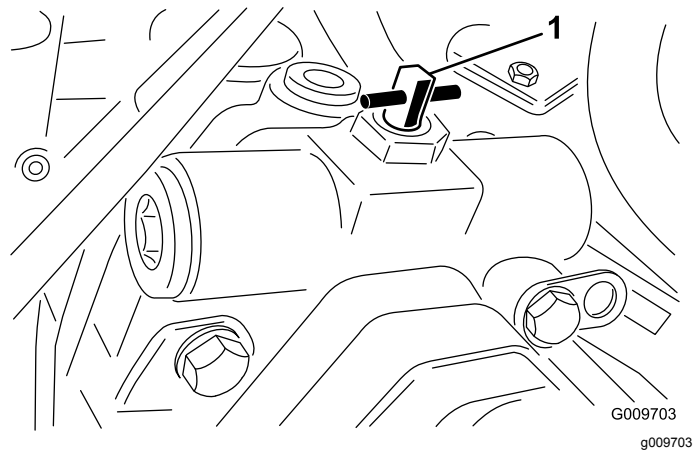

Figura 23
2. Gire la válvula auxiliar 90° (1/4 de vuelta) en cualquier sentido para abrirla y dejar pasar el aceite internamente (Figura 23).